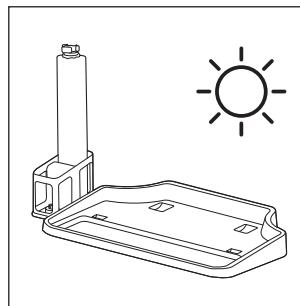

Fig. 38
- ◆ De asemenea, puteți așeza rolă perie **6** pentru a se usca în poziție verticală în suportul de perie **5** de la stația de parcare și curățare (a se vedea fig. 38).